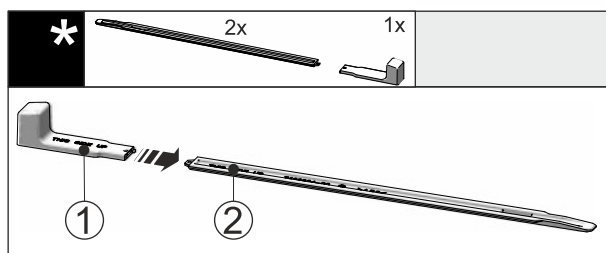

Fig. 47
- Nasuňte montážnu rukoväť Fig. 47 (1) na nivelačnú koľajničku Fig. 47 (2).